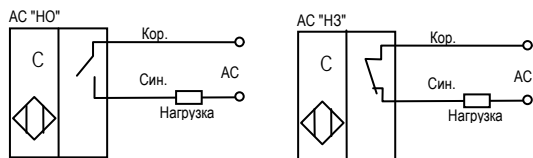

Рисунок 2 – Схемы подключения
3.3 Выключатели подсоединяются по 2-х проводной схеме (рис. 2). Соответствие выводов и схема подключения маркированы на корпусе каждого выключателя.